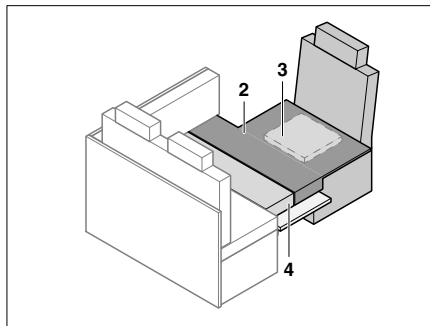

Fig. 189 Après la transformation
- Placer le coussin supplémentaire comme montré en Fig. 189.